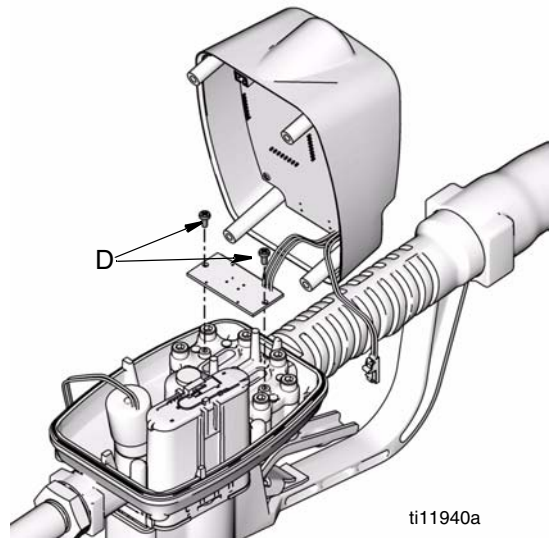

FIG. 5
- Quite los tornillos (D), que sujetan la placa del interruptor de lámina a la placa de la tapa (FIG. 5). Conserve estos tornillos para volver a armar el instrumento. Quite el conjunto de la tapa.